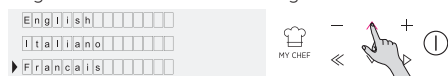

Figure 2
• Accéder à la section des paramètres et sélectionner la langue dans le menu déroulant (Figure 2).